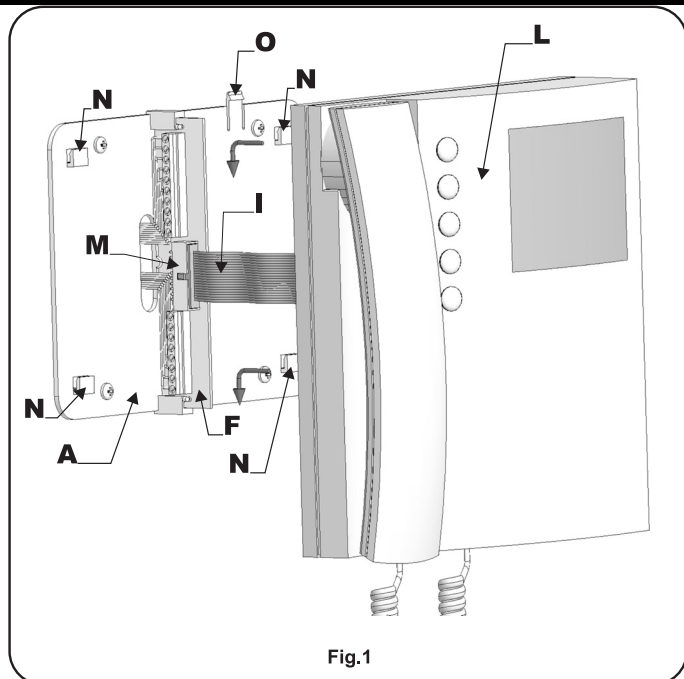

Fig.1
- As shown in **fig.1**, move the videophone **L** close to the mounting plate **A** so that the ribbon cable will reach the connector **I**.
- As shown in **fig.1**, connect the female plug on the ribbon cable **I** coming from the videophone to the male plug connector **M** on the PCB **F**.
- Place the videophone **L** against the 4 hooks **N** on the mounting plate **A** and push down: the videophone will automatically lock into place using clasp **O** as shown in **fig.1**.
- Avvicinare, come da **fig.1**, il videocitofono **L** alla piastra **A** per agevolare la connessione del flat **I**.
- Come mostrato in **fig.1**, inserire il connettore del flat **I**, che fuoriesce dalla parte posteriore del videocitofono, nel connettore **M** della scheda di connessione **F**.
- Facendo corrispondere le 4 fessure presenti sulla base del videocitofono **L** con i 4 incastri **N** della piastra **A**, appoggiare il video sulla piastra e spingerlo verso il basso fino allo scatto, compiendo un movimento come mostrato dalle frecce in **fig.1**.